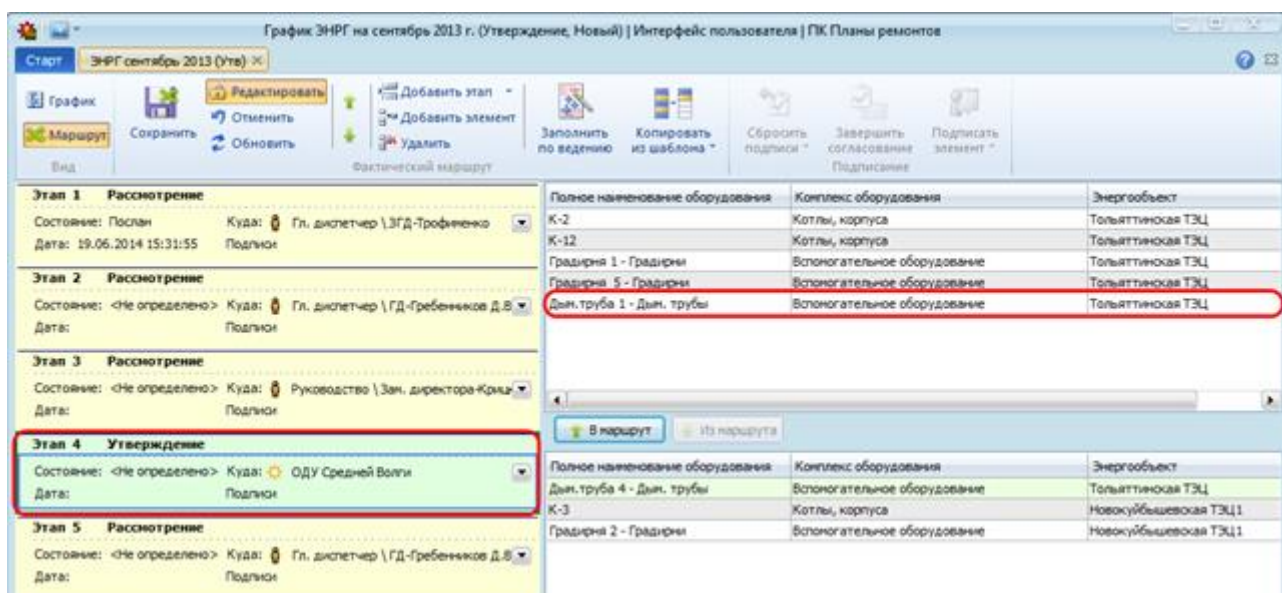

Рисунок 11.13 – Результат окончания процедуры включения оборудования
2) Нажатием кнопки « В маршрут» оборудование отправляется в верхнюю часть области (Рисунок 11.13).